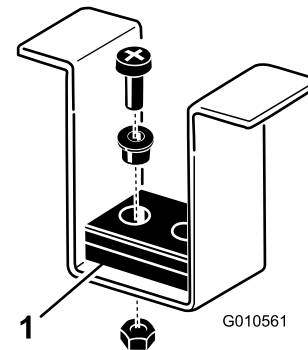

Figure 10
- Vérifiez que les axes de hauteur de coupe avant reposent correctement sur les amortisseurs du châssis (Figure 10). Si les axes ne reposent pas correctement, placez une ou plusieurs cales sous l'amortisseur afin de l'élever pour qu'il soit dans l'alignement correct.